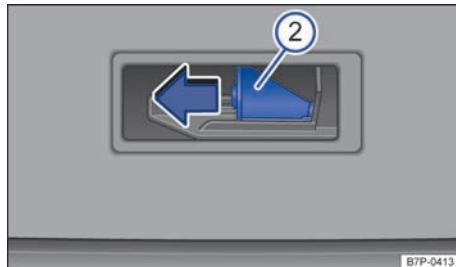

图 256 从行李箱中：用于尾门应急解锁的解锁拨杆在盖板后
● 将合适的工具插入开口最右侧，沿箭头方向按压解锁拨杆 ⇒ 图 256 ②，以解锁尾门。